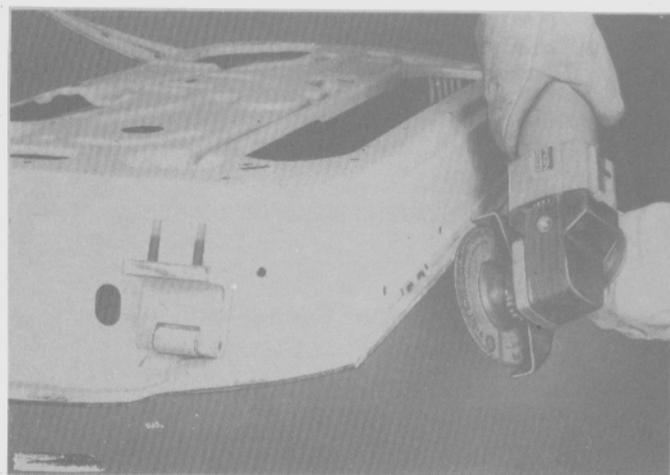

Fig. 179
- Fresar los bordes externos del panel exterior de la puerta (Fig. 179).